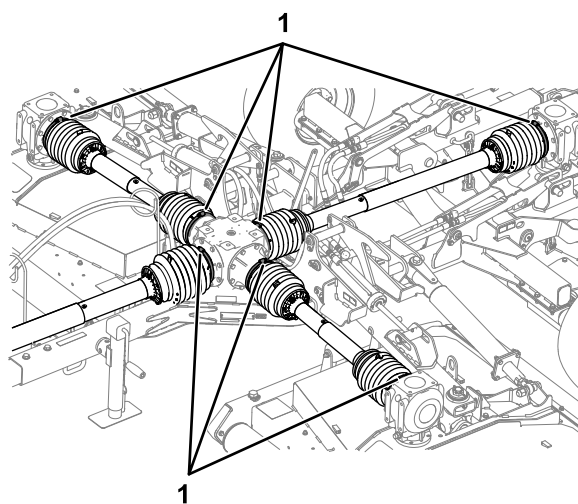

Figura 16
7. Controllate che le 7 fascette stringitubo fissino saldamente le protezioni degli alberi di trasmissione per le scatole ingranaggi centrale e dei piatti di taglio (Figura 16).